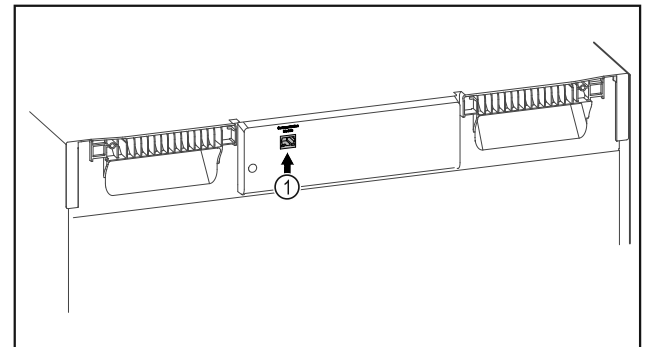

Fig. 140
- SmartModule Fig. 140 (1) se rabi.